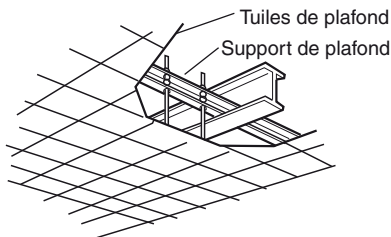

Fig.3-4
- Utiliser les supports de plafond existants ou construire un support approprié (Fig. 3-4).